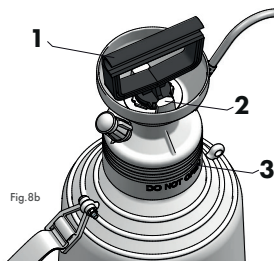
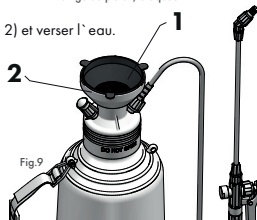

Fig. 8b
Fig. 9
Dévisser la pompe de la tête – pour ce faire, il faut bloquer la tige de piston (fig. 8b/pos. 1) dans les manchons du cylindre (fig. 8b/pos. 2). Dévisser la pompe, en tenant la tige de piston (fig. 8b/pos. 1), dans le sens inverse des aiguilles d'une montre.
Mettre le tamis (fig. 9/pos. 1) dans la tulipe de la tête (fig. 9/pos. 2) et verser l'eau. Enlever le tamis (fig. 9/pos. 1) de la tulipe de la tête (fig. 9/pos. 2).
Dévisser la pompe de la tête – pour ce faire, il faut bloquer la tige de piston; (fig. 8b/pos. 1) dans les manchons du cylindre (fig. 8b/pos. 2). Dévisser la pompe en tenant la tige de piston; (fig. 8b/pos. 1), dans le sens inverse des aiguilles d'une montre.
Mettre le tamis (fig. 9/pos. 1) dans la tulipe de la tête (fig. 9/pos. 2) et verser l'agent de pulvérisation préparé au préalable conformément aux recommandations du fabricant.
Enlever le tamis (fig. 9/pos. 1) de la tulipe de la tête (fig. 9/pos. 2). Visser la pompe (fig. 1/pos. 5) dans la tête (fig. 1/pos. 4). Pour ce faire, il faut bloquer la tige de piston de la pompe (fig. 8b/pos. 1) dans les manchons du cylindre (fig. 8b/pos. 2). Il faut faire attention à garder toujours l'étanchéité du raccord. La tige de piston ainsi bloquée peut servir comme la poignée de transport.